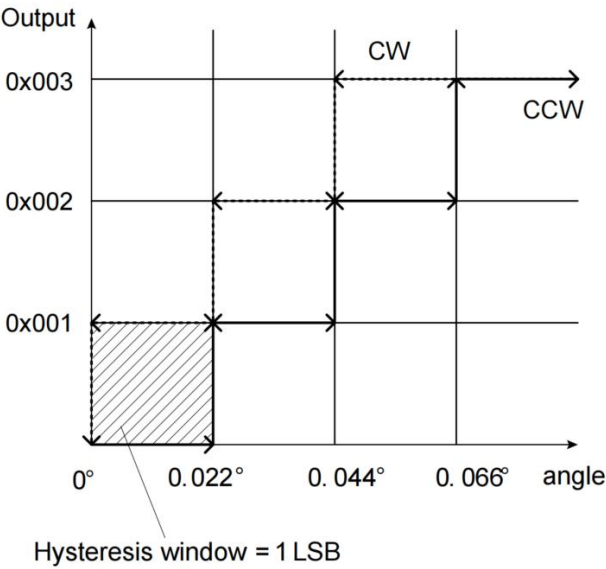

图 13 寄存器和滞回区间对应关系图
1) abz_hys [3:0] 设置 ABZ 的滞回区间寄存器，寄存器和滞回区间对应关系如下图 13 和表 5 所示: